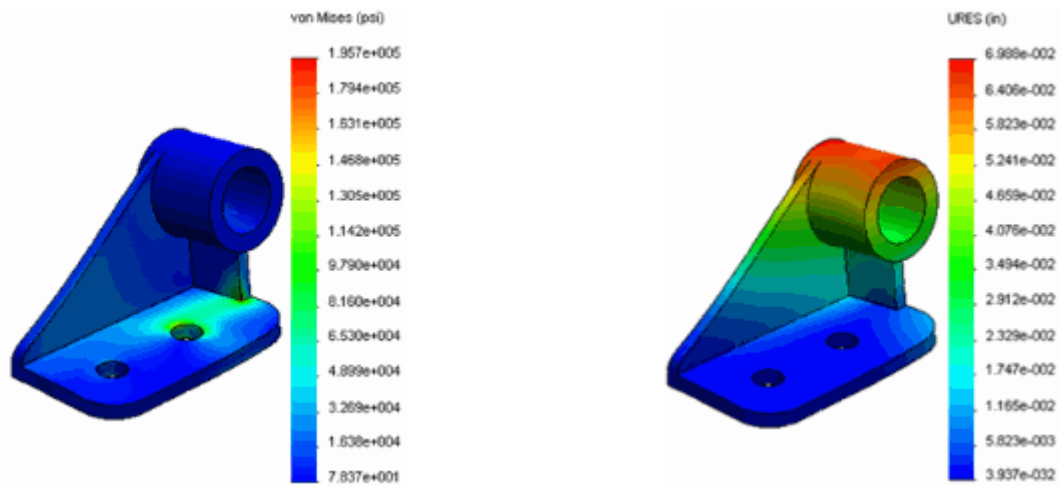

Рис. 2.2. Результати дослідження: епюри напружень і переміщень в деталі
1.3. Після завершення аналізу визначте епюру напружень по Мізесу та епюру переміщення URES (результиуюче переміщення) (рис. 2.2).